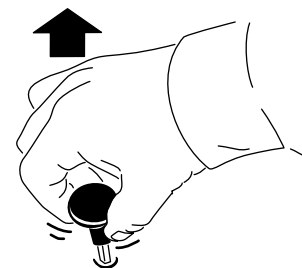

Figure 12
- Tirez sur la commande (Figure 12) pour engager la PDF ou activer l'outil (selon la configuration de l'outil).